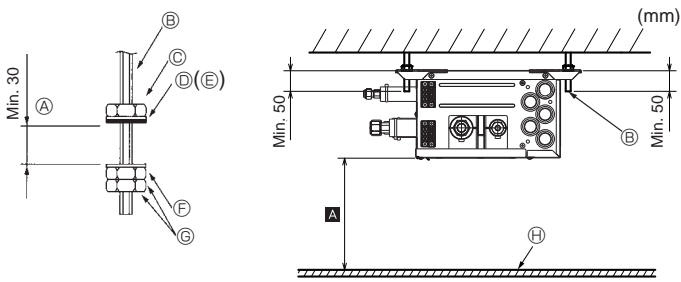

Fig. 6-1
- (2) Befestigen Sie Unterlegscheiben und Muttern (1,2, zusätzlich zu erwerben) an den Tragbolzen. (Fig. 6-1)
- (3) Hängen Sie das Gerät an die Tragbolzen.
- (4) Ziehen Sie die Muttern vollständig fest (Abstand zur Decke prüfen).
- (5) Benutzen Sie eine Wasserwaage, um den Verteilerkasten waagrecht anzubringen.